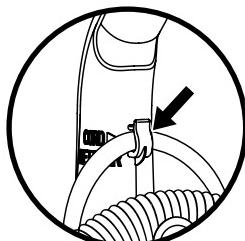
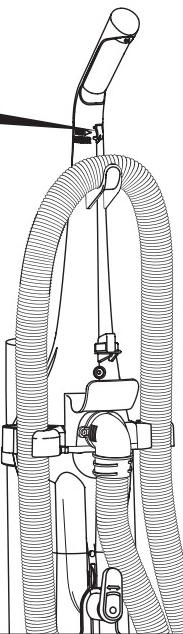

FIG. 11a
FIG. 11
Step 2: Put Cord on Cord Retainer. (FIG. 11) To use, push electrical cord down into cord retainer (FIG. 11a). You will find your cord retainer on the handle above the upper cord hook. This will place the cord out of the way the next time you vacuum.
Étape 2. Mettez le cordon sur la retenue de cordon. (FIG. 11) Pour utiliser l'appareil, poussez le cordon électrique vers le bas pour l'insérer dans la retenue de cordon (FIG. 11a). La retenue de cordon est située sur le manche au-dessus du crochet à cordon supérieur. Ceci permet de loger le cordon afin qu'il ne gêne pas lors de la prochaine utilisation de l'appareil.
Paso 2. Coloque el cordón en su retenedor. (FIG. 11) Para usar el retenedor, oprima el cordón hacia abajo y hacia adentro del retenedor (FIG 11a). El retenedor del cordón se encuentra en la manija por encima del gancho superior del cordón. Esto mantendrá el cordón fuera del paso la próxima vez que aspire.